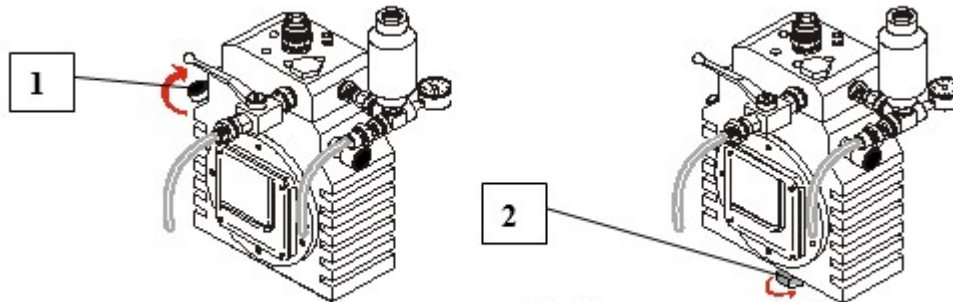

Fig.41
**ein)** Entfernen Sie den Ölstandsdeckel (1, Abb. 41)
**b)** Schrauben Sie den Auslassstopfen unterhalb der Pumpe ab und lassen Sie das Öl vollständig ab (2, Abb.41).